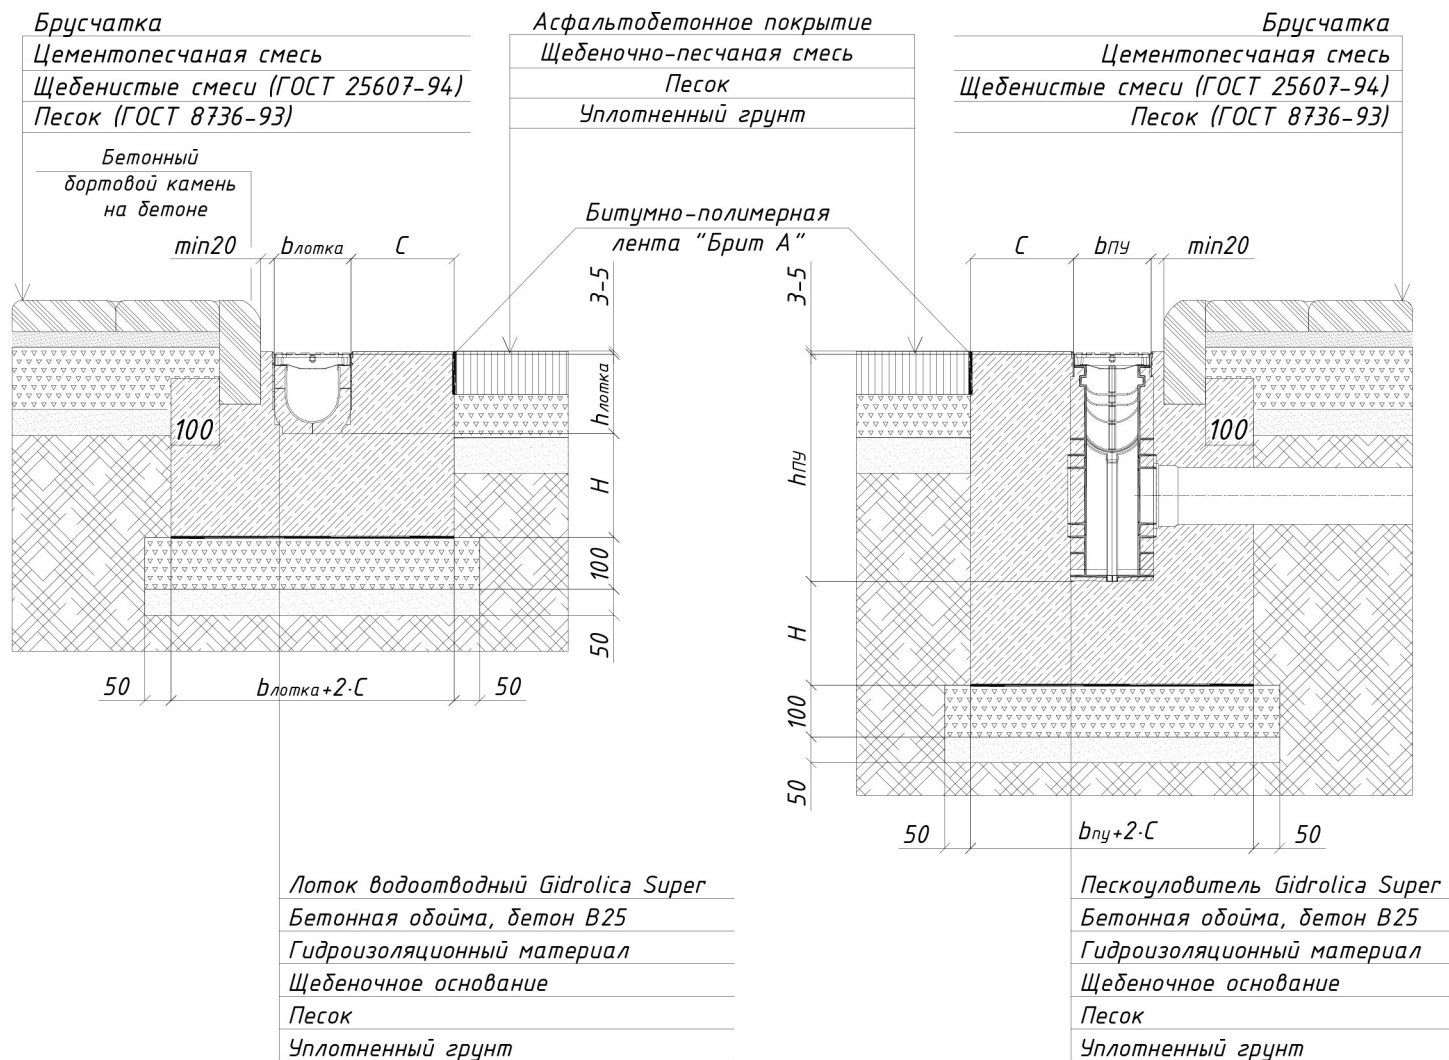

Рис. 1 Схема установки лотка/пескоуловителя у бордюрного камня
3. На подготовленное основание укладывается гидроизоляционный материал (пергамин, полиэтиленовая пленка), после чего устраивается бетонная подготовка из цементобетона B25 F200 W6 (ГОСТ 26633-91). Толщина основания зависит от воспринимаемой нагрузки на лоток при эксплуатации (табл.1). Укладка бетона производится до уровня, на 5-10 мм ниже проектной отметки подошвы лотка. (рис.1)